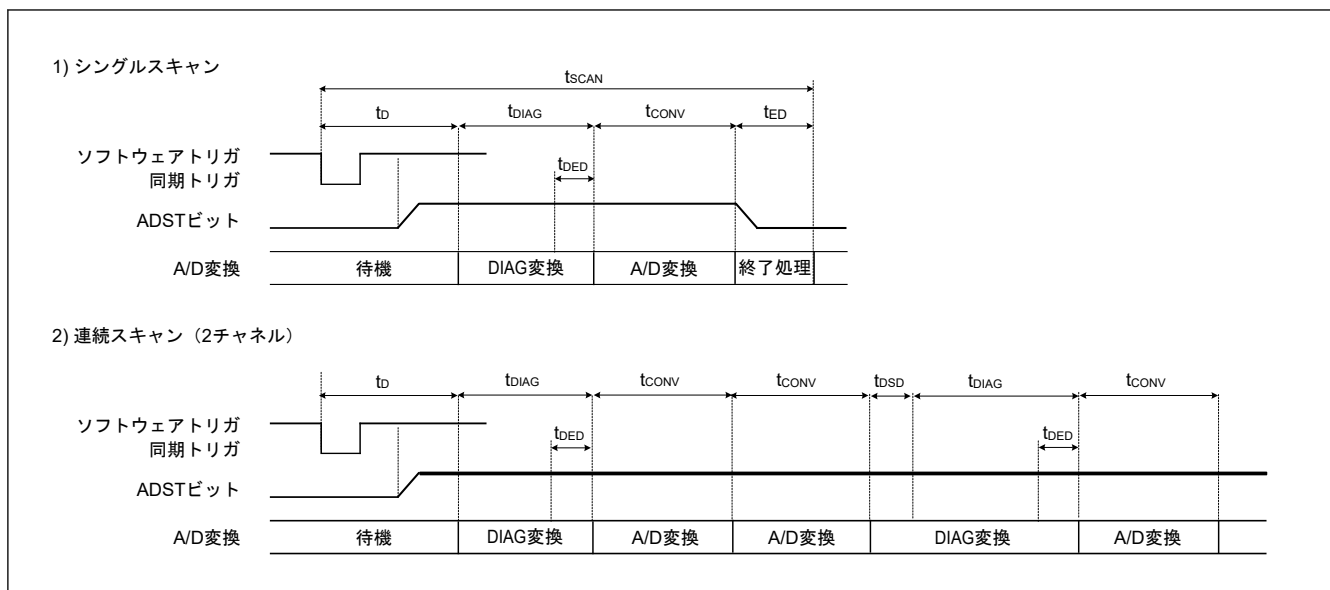
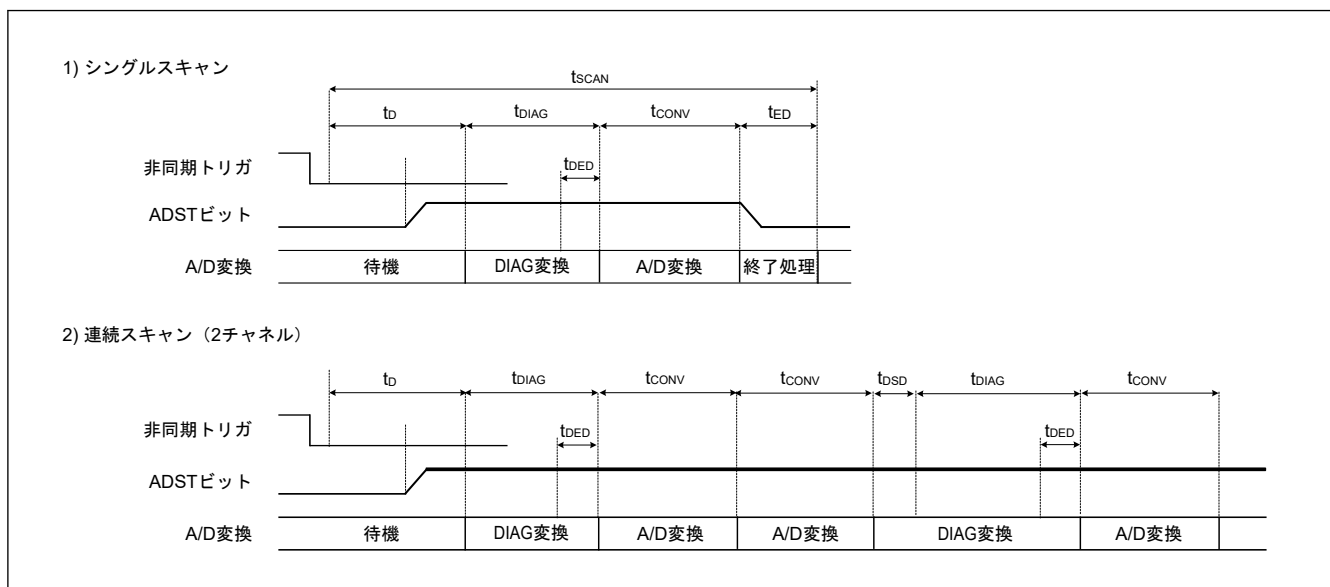

図 29.25 スキャン変換のタイミング (ソフトウェア起動または同期トリガ入力 (ELC) 起動の場合)
図 29.26 スキャン変換のタイミング (非同期トリガ入力 (ADTRG0) 起動の場合)
図 29.25 に、ソフトウェアトリガまたは同期トリガ (ELC) 起動によりスキャン変換を行う場合のタイミングを示します。また、図 29.26 に、非同期トリガ (ADTRG0) 起動によるスキャン変換を行う場合のタイミングを示します。スキャン変換時間 (t_{SCAN}) はスキャン変換開始遅延時間 (t_D)、断線検出アシスト処理時間 (t_{DIS})^(注1)、自己診断変換時間 (t_{DIAG} および t_{DSD})^(注2)、A/D 変換処理時間 (t_{CONV})、スキャン変換終了遅延時間 (t_{ED}) を含めた時間となります。
- 注 1. t_D、t_{DIAG}、t_{CONV}、および t_{ED} の各タイミングについては、図 29.25 および 図 29.26 を参照してください。